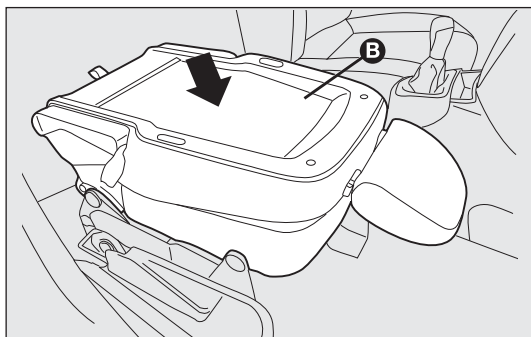

Рис. 23
- затем прижмите спинку сиденья В рис. 23 вниз; таким образом сиденье оказывается полностью сложенным в виде столика;